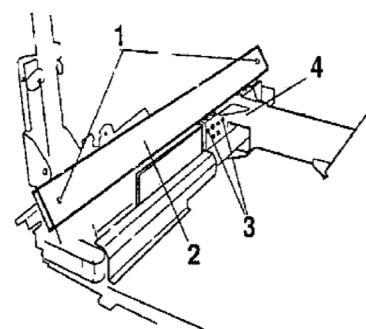

Рис. 26.
- c. Ослабьте крепежные винты щитка (1, рис. 26), снимите щиток цепи (2, рис. 26).
- d. Ослабьте гайки (3, рис. 26) для каждой верхней направляющей каретки (4, рис. 26).
- g. Затяните четыре стопорные гайки на верхних скользящих башмаках (3, рис. 26).
- i. Установите защиту на цепь (2, рис. 26).